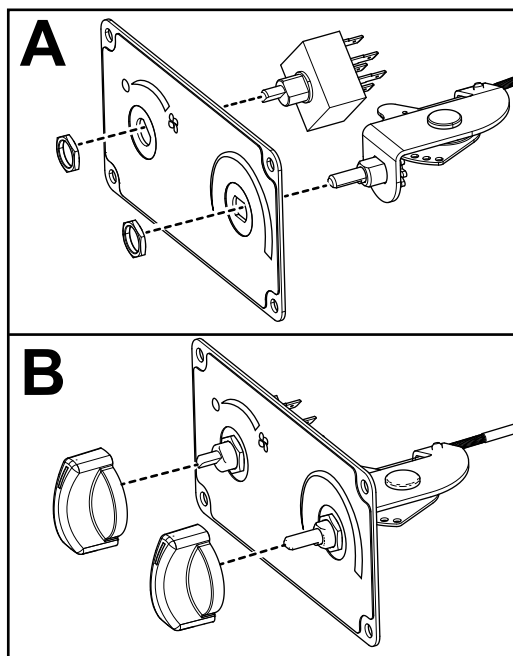

Bild 5
4. Installieren Sie die 2 Schalter mit 2 Schaltermuttern (7/16") auf dem Bedienfeld, wie in A von Bild 5 dargestellt.
5. Installieren Sie einen Knopf über jedem Schalter (B von Bild 5).